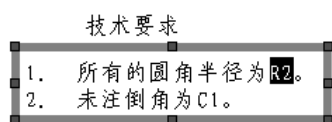

图 6.7.14 选取要编辑的参数
Step3. 选取要编辑的参数注释。选取图 6.7.14 所示注释文本中的“R2”。